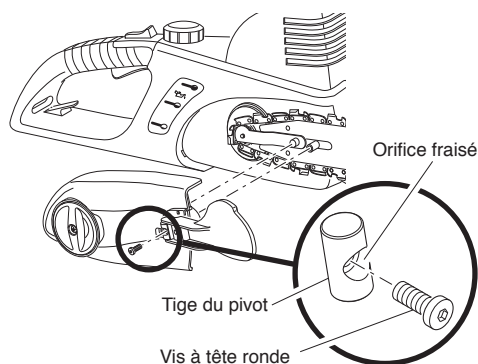

Figure 18 - Insertion de la vis à capuchon plat dans la tige du pivot
4. Placer le levier, en position ouverte, sur le couvercle de pignon (voir la Figure 18).
IMPORTANT : La vis à capuchon plat doit s'insérer dans l'orifice fraisé de la tige de pivot du levier (voir la Figure 18). Le levier ne fonctionnera pas correctement si la vis à capuchon plat n'est pas correctement installée.